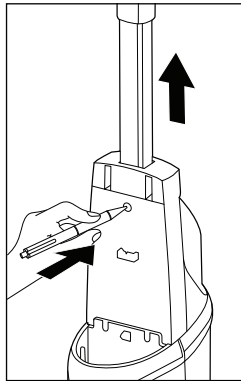

Fig. 2
- Dacă doriți să îndepărtați din nou unitatea manuală **1** din aparat, trebuie mai întâi să îndepărtați rezervorul de apă curată **11** din aparat pentru a ajunge la lăcașul unității manuale **1** (a se vedea capitolul **Umplerea rezervorului de apă curată**). Când ați îndepărtat rezervorul de apă curată **11**, împingeți lăcașul unității manuale **1** din orificiul lăcașului cu un obiect ascuțit. Apoi puteți să trageți din nou unitatea manuală **1** din aparat (a se vedea fig. 2).